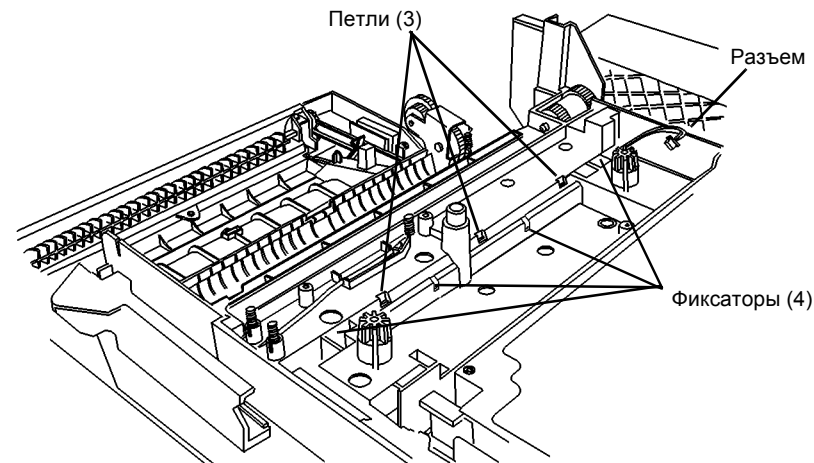

Рисунок 1 Снятие лампы стирания
8. Снимите лампу стирания (Рисунок 1).
- а. Протолкните фиксаторы (4) в отверстия.
- б. Со стороны полости для копи-картриджа разъедините петли (3).